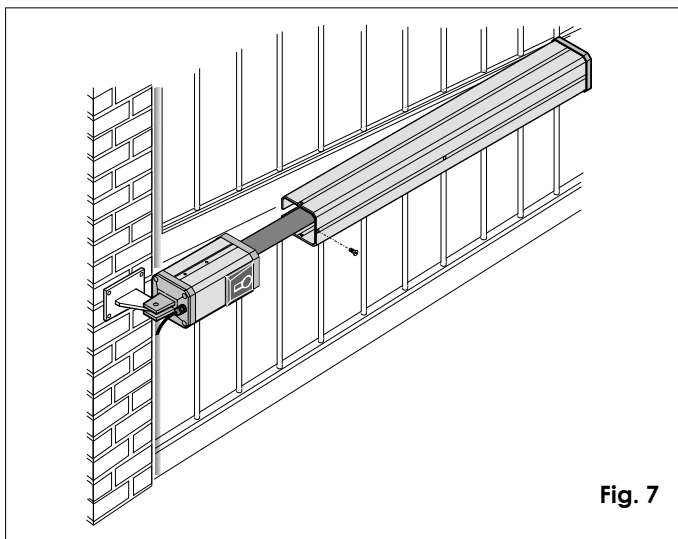

Fig. 7
- (1) E' consigliabile ingrassare tutti i perni di fissaggio degli attacchi.
- (2) Nel caso non sia possibile eseguire saldature, le piastre degli attacchi anteriore e posteriore sono predisposte per un'eventuale fissaggio tramite viti e tasselli.
- 12) Montare il carter di protezione e fissarlo con le apposite viti in dotazione, come da fig. 7.